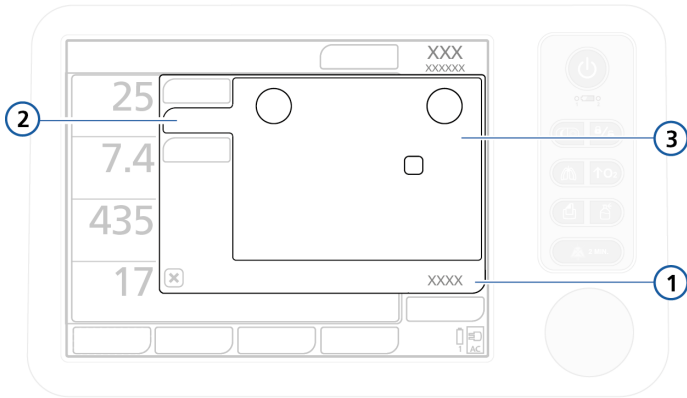

图 4-6. 更多设置、控制窗口
3. 打开**控制** -> **更多**窗口（图 4-6），然后根据需要选择并调整参数。
2. 打开**控制** -> **更多窗口**（图 4-6），然后根据需要选择并调整参数。